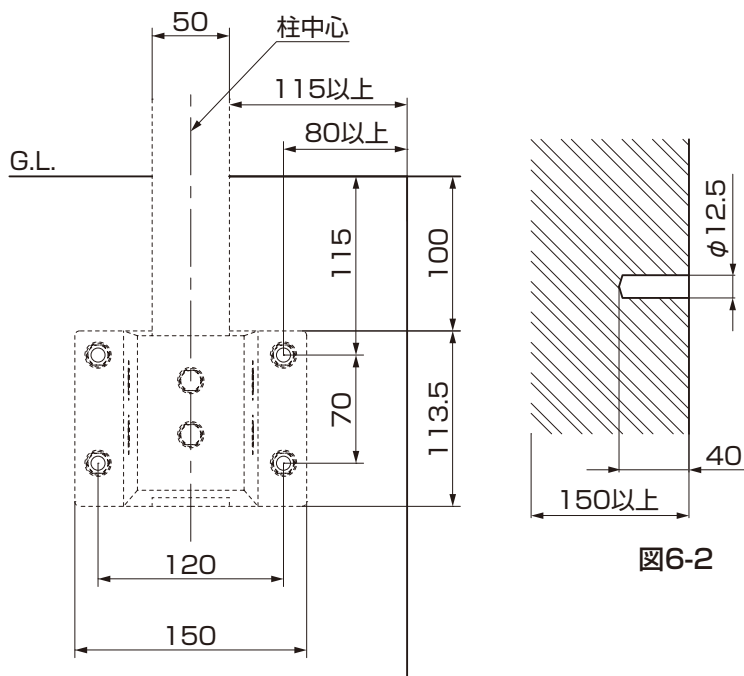

図6-1
- ①図6-1、図6-2を参照して、コンクリート壁
してください。(図6-1、図6-2参照)